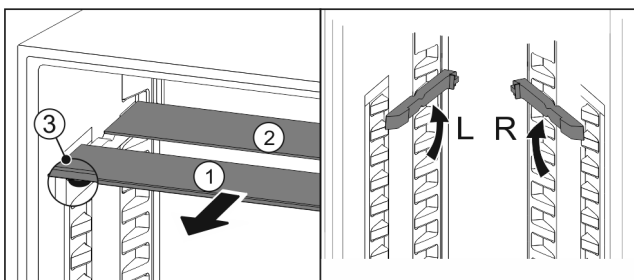

Fig. 99
- ▶ estrarre i ripiani di vetro singolarmente tirando in avanti Fig. 99 (1).
- ▷ Il piano in vetro Fig. 99 (1) con il motivo ornamentale è nella parte anteriore.
- ▷ I fermi Fig. 99 (3) sono rivolti verso il basso. Apparecchi dotati di vano congelatore.\*